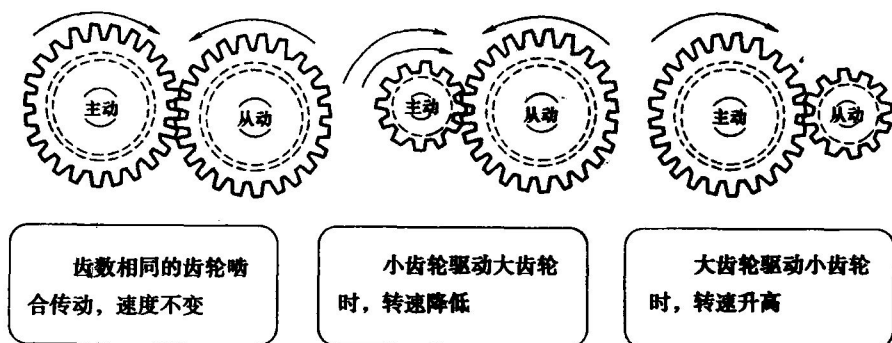
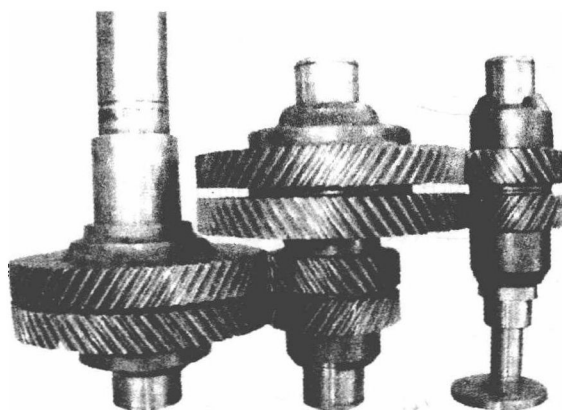

图 1-18 齿轮传动过程
图 1-19 变速器输入与输出轴
(1) 齿轮传动的传动比 观察如图 1-18 所示的齿轮传动过程, 主动齿轮的转速 n_1 和从动齿轮的转速 n_2 之间的比值称为传动比 i_{12} , 即
(2) 判断转速 根据如图 1-18 所示的过程, 思考如图 1-19 所示的结构, 假设左边的输入轴 (主动轴) 转速不变, 请判断右边的输出轴 (从动轴)